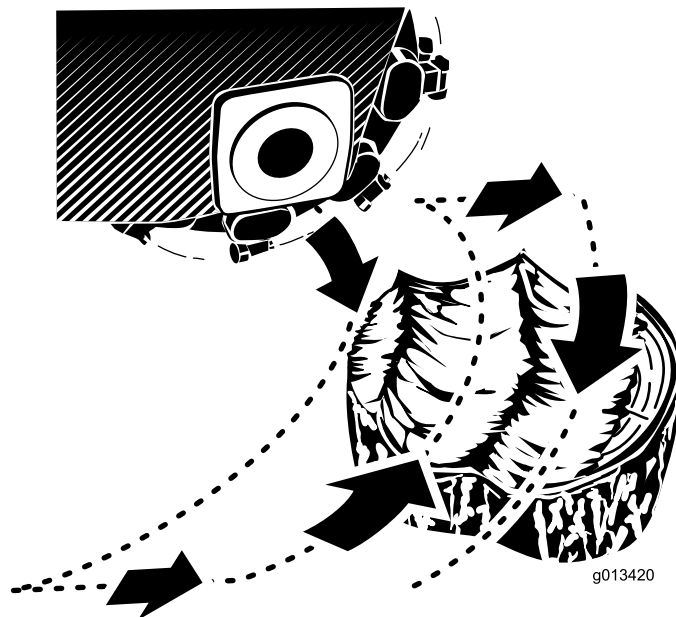

Figura 18
2. Utilize a alavanca do controlo do triturador e o controlo da tração para posicionar o triturador na lateral da parte da frente do tronco, cerca de 2 cm abaixo da superfície (Figura 18).
4. Utilize a alavanca de controlo do triturador para girar o triturador lentamente na face do tronco, cortando lascas (Figura 18).
5. Desloque a máquina para a frente alguns centímetros e repita o passo 4 (Figura 18).
6. Repita os passos 4 a 5 até ter triturado toda a face do tronco (Figura 18).